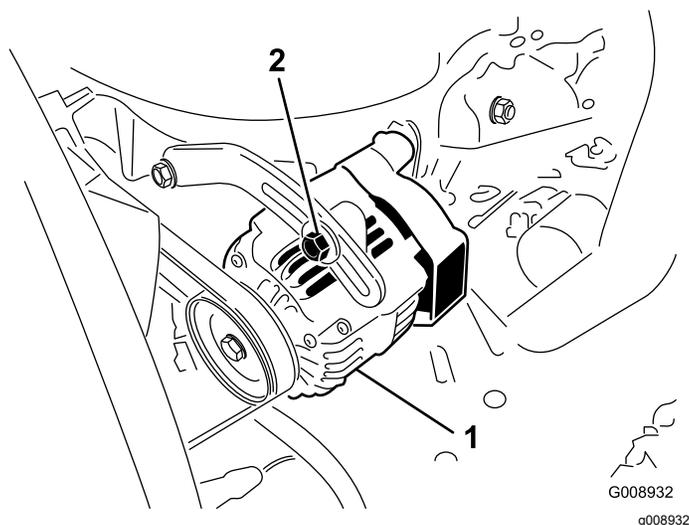

Рисунок 91
2. Если прогиб не равен 10 мм, ослабьте болты крепления генератора (Рисунок 91).